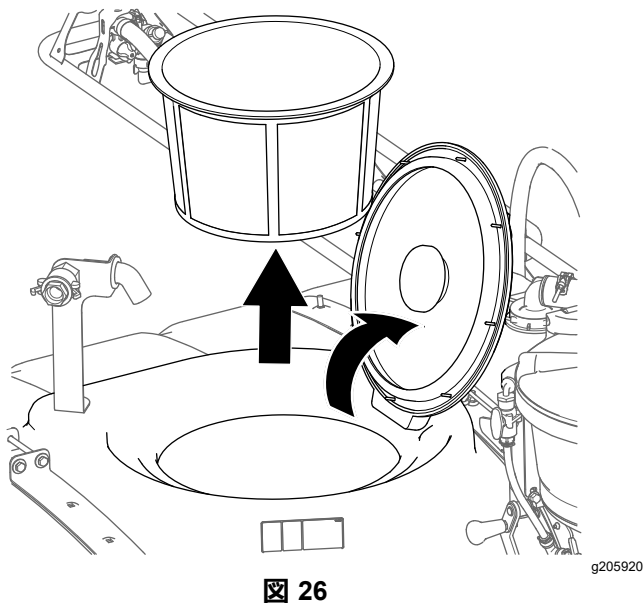

図 26
1. メインタンクの蓋を開けてフィルタバスケットを取り外す 図 26。